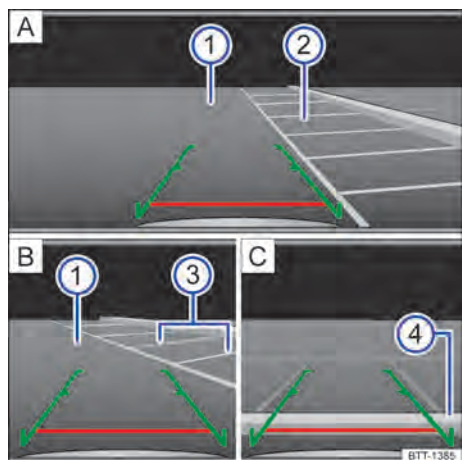

Fig. 105 Exibição do display do sistema de rádio: estacionar com a câmera de marcha a ré.
Legenda para → Fig. 105:
- Posicionar o veículo na frente da vaga de estacionamento → Fig. 105 ② [A].